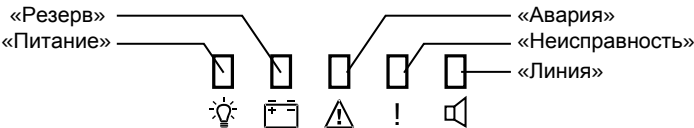

Рисунок 1
1.4.6 Индикация режимов работы блока осуществляется посредством пяти индикаторов (см. Рис. 1) и встроенного звукового сигнализатора.
1.4.13 Режим «Определение состояния АС» служит для проверки функционирования АС. Для перевода блока в режим «Определение состояния АС» необходимо на датчике вскрытия корпуса набрать специальную кодовую комбинацию (одно длинное-три коротких нажатия-одно длинное). Блок переходит в режим «Определение состояния АС» и индикатор «Линия» (см. Рисунок 1) начинает часто мигать, после чего производится контроль и сохранение сопротивления нагрузки линии оповещения. Если при контроле сопротивление нагрузки $< 3 \text{ Ом}$ или $> 21 \text{ Ом}$, выход будет находиться в состоянии «КЗ» или «Обрыв» соответственно.